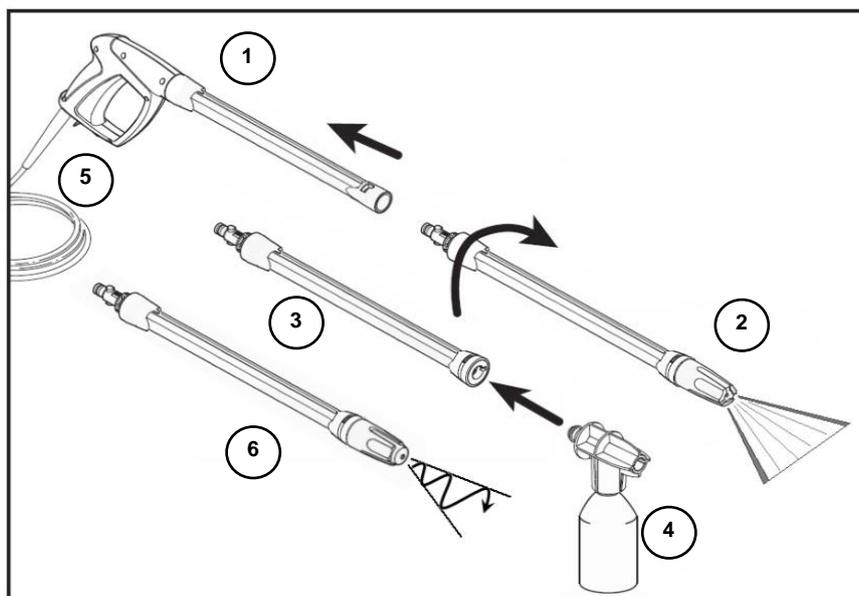

Рис. 4.
3. В гнездо рукоятки моечного пистолета установите распылительную трубку с веерной струей или удлинительную трубку с соплом и емкостью для моющего средства (см. рис. 4)
В комплект поставки моющего пистолета входят (рис. 4.): Рукоятка моющего пистолета (1), распылительная трубка с веерной (плоской) струей (можно изменять угол распыления) (2), удлинительная трубка (3), сопло с емкостью для моющего средства и дозатором (4), шланг высокого давления 5м (5), электрокабель питания 5м (не отображён на рисунке)